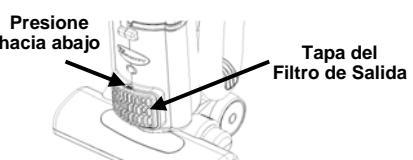

Fig. 28
- Presione hacia abajo en el botón de traba para quitar la tapa del filtro de salida. (Fig. 28)